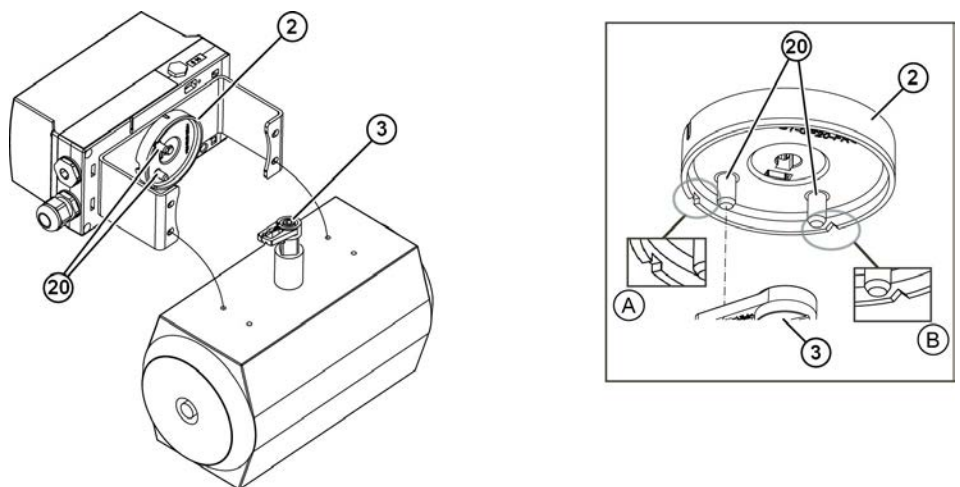

Рис. 22: Монтаж позиционера на приводе
5. Рис. 22: Осторожно установить позиционер вместе с монтажной консолью на привод. При этом один из двух штифтов колесика муфты (2) должен входить в поводок (3). Если использовать штифты (12) описанным ниже образом, то фрикционную муфту не нужно настраивать. Это упрощает ввод в эксплуатацию. На каждом из двух штифтов (20) имеется надрез, см. следующие рисунки. Используйте штифт с V-образным надрезом (B) для приводов, закрывающихся по часовой стрелке. Для приводов, открывающихся по часовой стрелке, используйте штифт с надрезом прямоугольной формы (A).